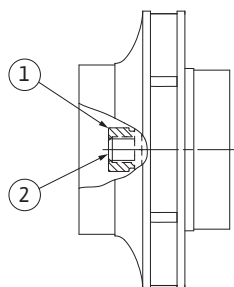

Fig. 53: Posição correcta da porca do impulsor após a instalação
29. Segurar o veio (ver passo 24) e apertar a porca do impulsor com o torque de aperto recomendado (ver listagem “Tabela 11: Torques de aperto dos parafusos” na página 313). A porca (Fig. 53, pos. 1) tem de estar ao nível da extremidade do veio (Fig. 53, pos. 2), com uma tolerância de $\pm 0,5$ mm. Se isso não se verificar, desapertar a porca e repetir os passos 25 a 29.